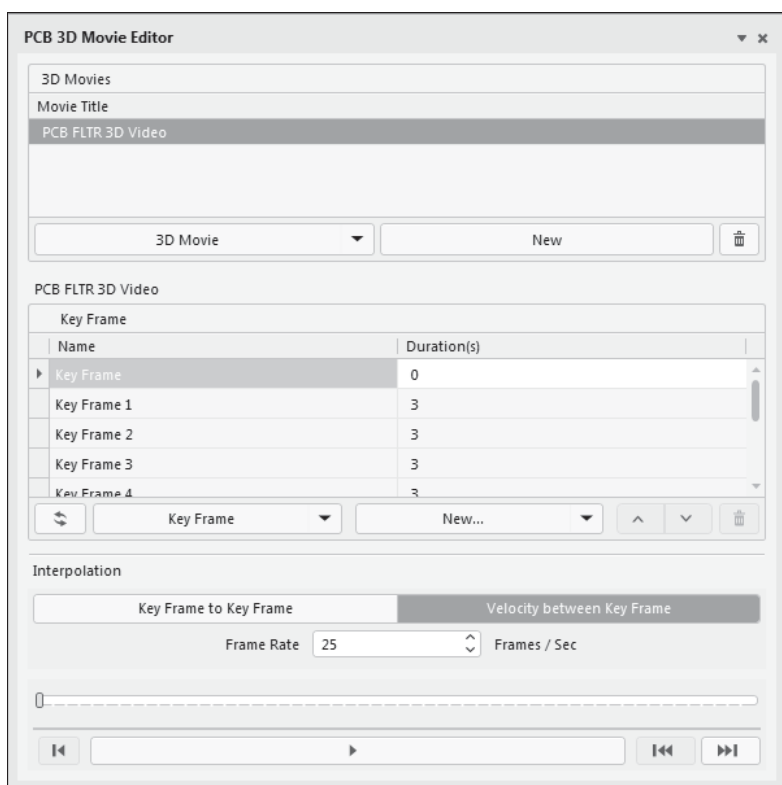

Рис. 7.53. Настройка конфигурации видеоролика
2. Активизировать панель редактора трехмерных видео **3D Movie Editor** (рис. 7.53).